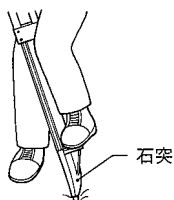

図 4.2
- 4) 脚頭をほぼ水平にしてから、石突を踏み込み、三脚をしっかりと据え付けます。(図 4.2)